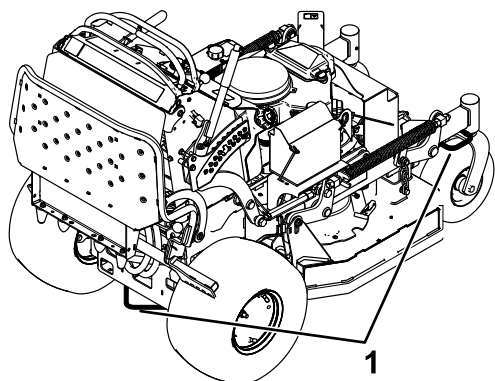

Figura 26
7. Amarre la máquina junto a las ruedas giratorias delanteras y el guardabarros trasero con correas, cadenas, cables o cuerdas (Figura 26). Consulte la normativa local respecto a los requisitos de amarre.